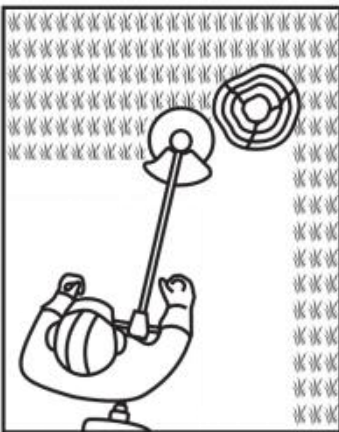

Fig. 48
2. Let vooral op bij het uitvoeren van de werkzaamheden in de buurt van bomen en struiken. De snijkop kan de gevoelige bast beschadigen en de palen van de afrastering beschadigen (Fig. 48).